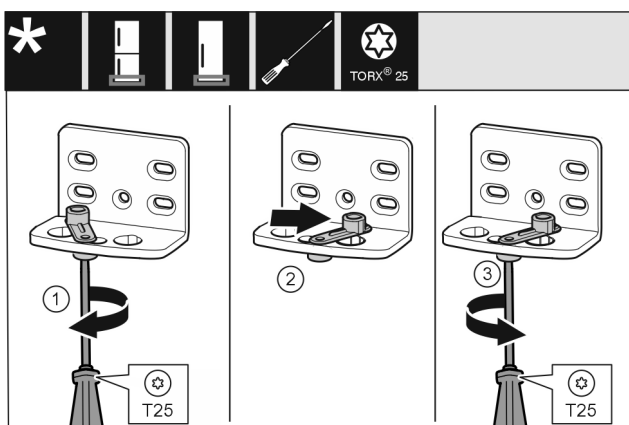

Fig. 26
- ▶ 将螺钉 Fig. 26 (1) 用螺丝刀拧松。
- ▶ 将关门辅助装置 Fig. 26 (2) 提起并向右 90° 转入钻孔。
- ▶ 将螺钉 Fig. 26 (3) 用螺丝刀拧紧。